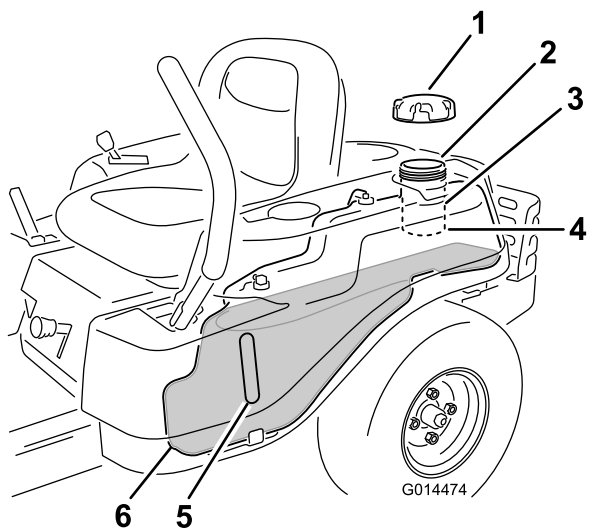

Figure 11
**Remarque:** Vous pouvez utiliser le regard pour vérifier la présence d'essence avant de faire le plein (Figure 11).
2. Versez **lentement** de l'essence sans plomb ordinaire jusqu'à ce que le niveau atteigne le bas du goulot de remplissage (Figure 11).